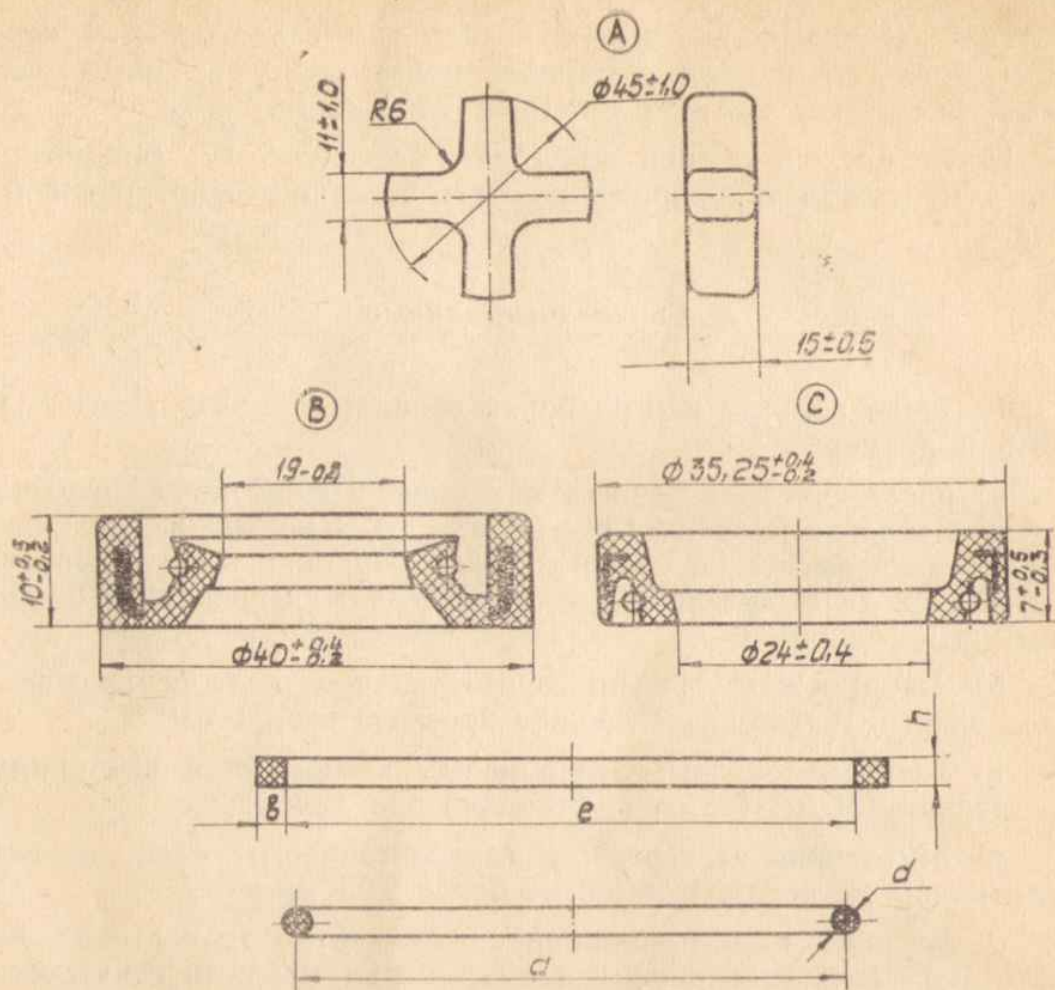

Рис. 18. Детали из резины:
3. Уплотнения вала насоса и горизонтального вала изготовлены из резины марки 4004 (ТУ 380051166-73), а уплотнительные кольца барабана, сборника, трубопровода и шайбы эластичной муфты из резины марки 3109-Н или 3826С (ТУ 380051166-73). Детали из резины показаны на рис. 18.